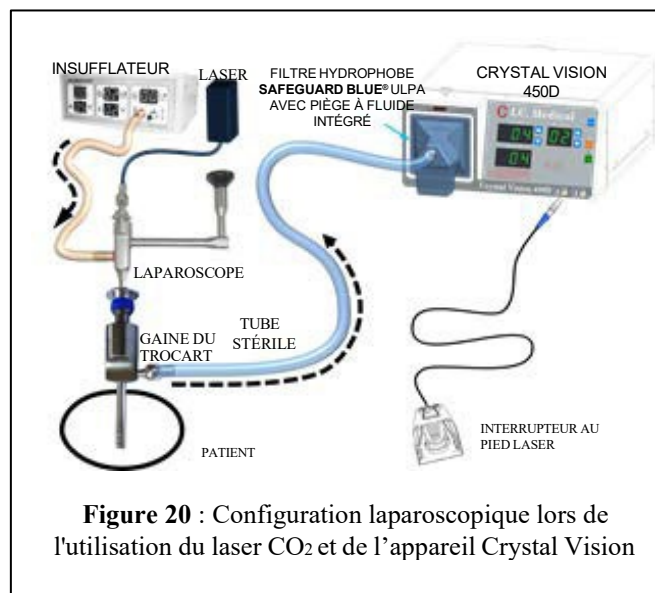

Figure 20 : Configuration laparoscopique lors de l'utilisation du laser CO₂ et de l'appareil Crystal Vision
2. Installez et connectez les tubes intra-abdominaux à l'appareil Crystal Vision à une extrémité, et l'autre extrémité à la CANNULE (TROCAR). Reportez-vous à la Figure 20.